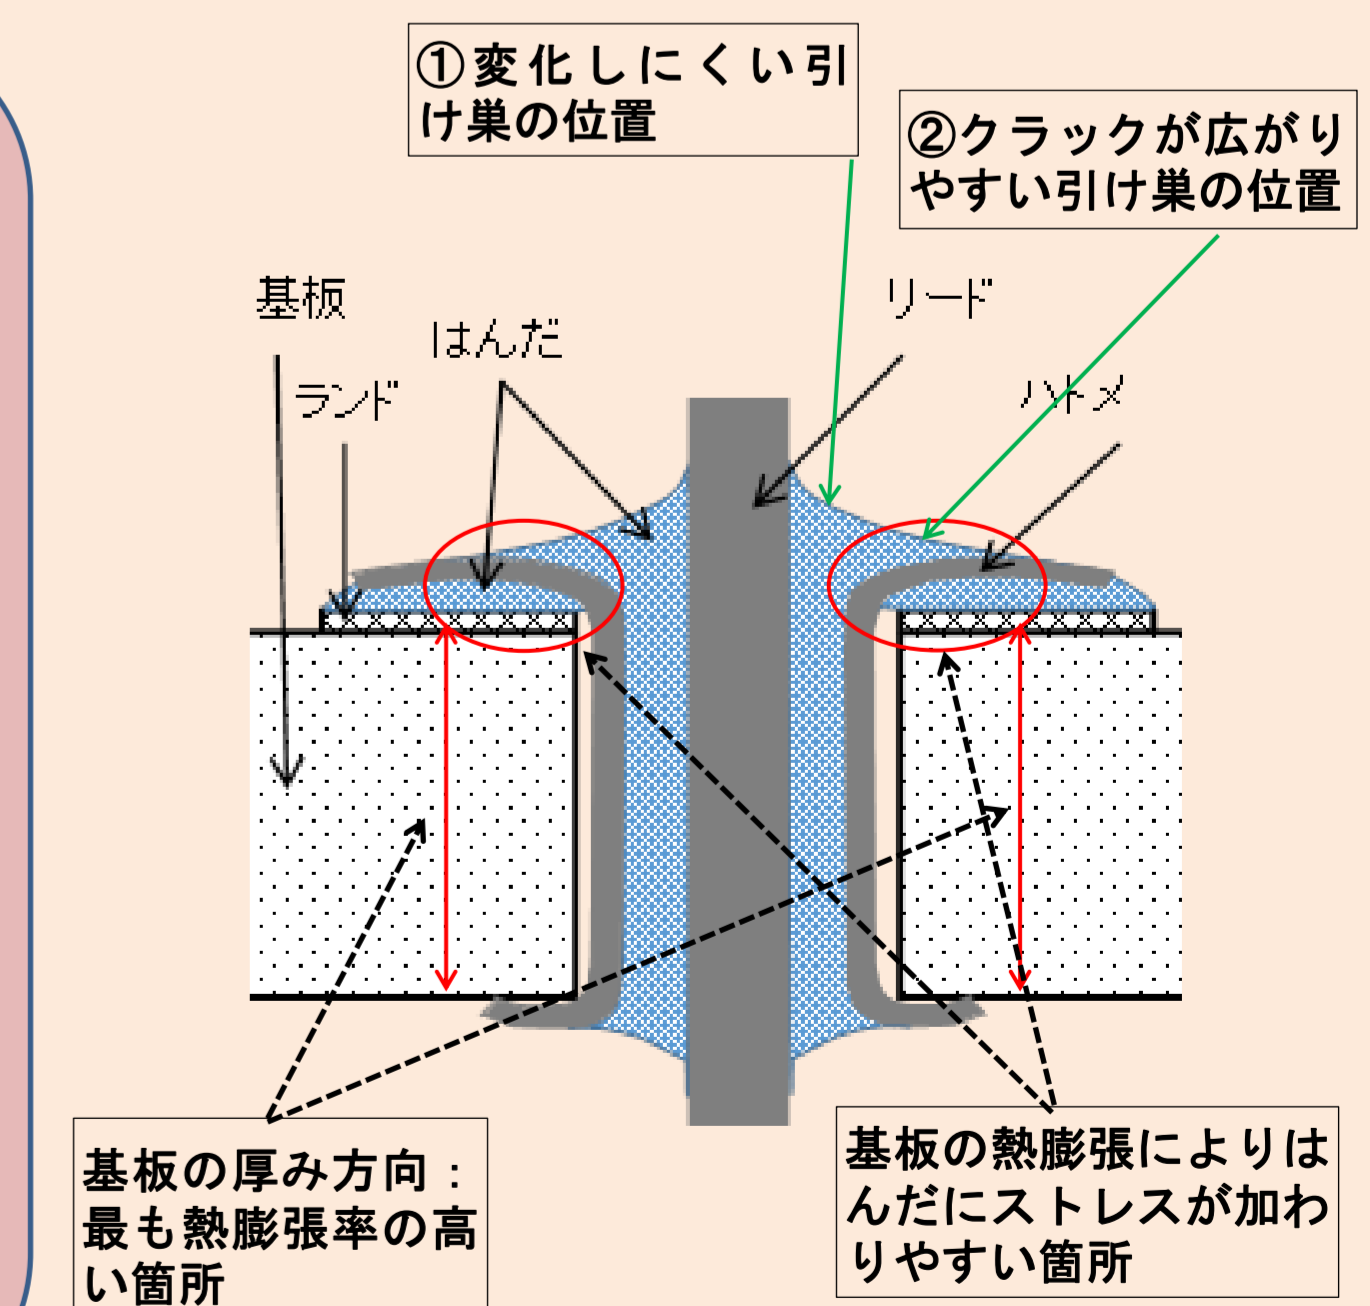

図7 基板の熱膨張によるはんだにかかるストレス
- ◆断面観察すると、基板の熱膨張によりはんだにストレスがかかりやすい箇所に引け巣がある場合、クラックに進展していた。【図7】